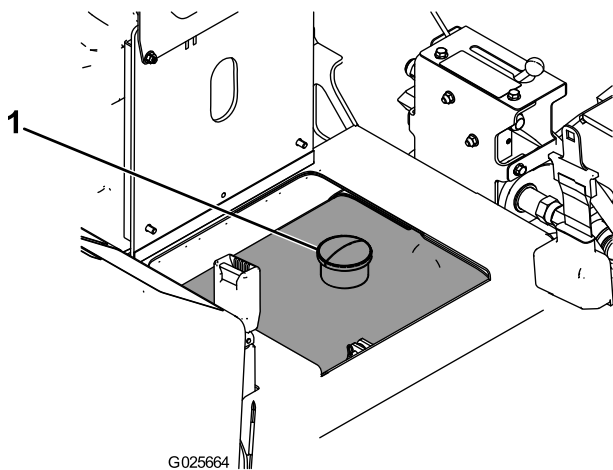

Figure 15
3. Retirez le bouchon du réservoir de carburant (Figure 15).